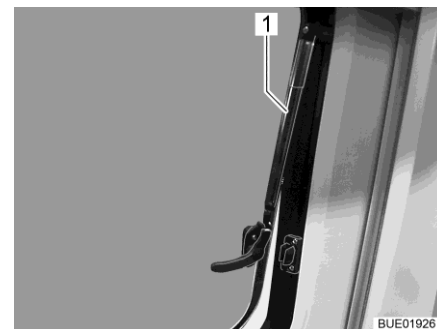

Bild 22 Överkantshängt fönster med automatik-spärr
- Öppna det överkantshängda fönstret till önskat läge. Låt det överkantshängda fönstret haka i självständigt med (Bild 22,1) automatiska-spärrar.